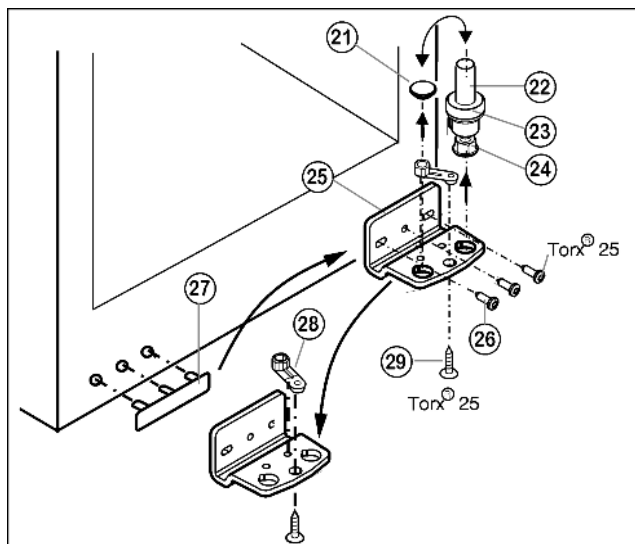

Fig. 6
- ▶ Ložiskový čep Fig. 6 (22) včetně podložky Fig. 6 (23) a seřizovací nožky Fig. 6 (24) vytáhněte nahoru.
- ▶ Zátku Fig. 6 (21) odstraňte.
- ▶ Stojan ložiska Fig. 6 (25) odšroubujte Fig. 6 (26).
- ▶ Ložiskový díl Fig. 6 (28) odšroubujte Fig. 6 (29) a přemístěte jej do protilehlého upínacího otvoru stojanu ložiska, pak ho znovu pevně přišroubujte.
- ▶ Krytku na straně madla Fig. 6 (27) opatrně vytáhněte a přemístěte na druhou stranu.
- ▶ Stojan ložiska Fig. 6 (25) na nové straně závěsu zase přišroubujte příp. pomocí akumulátorového šroubováku (momentem 4 Nm).
- ▶ Zátku Fig. 6 (21) zase vložte do druhé díry.
- ▶ Ložiskový čep Fig. 6 (22) včetně podložky a seřizovací nožky zase nasadte. Přitom dávejte pozor, aby zajišťovací vačka směřovala dozadu.
- ▶ Dveře nasadte shora na spodní ložiskový čep Fig. 6 (22).
- ▶ Dveře případně pomocí obou podélných děr ve spodním stojanu ložiska Fig. 6 (25) vyrovnejte tak, aby lícovaly se skříni přístroje. Vyšroubujte prostřední šroub.